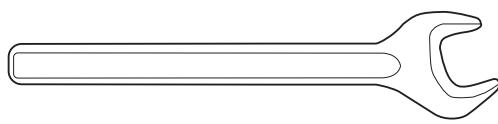

Fig. 12
- La chiave fissa in dotazione (fig. 12).
5. Montare la punta utilizzando la chiave fissa (fig. 12). Prima di avviare la macchina, verificare con cura che la punta sia fissata correttamente.
- Den mitgelieferten festen Schlüssel (Abb. 12).
5. Den Bohrer mit Hilfe des festen Schlüssels befestigen (Abb. 12). Vor dem Start des Geräts sorgfältig prüfen, ob der neue Bohrer ganz fest sitzt.
- La clé à ouverture fixe fournie (Fig. 12).
5. Monter le trépan à l'aide de la clé à ouverture fixe (Fig. 12). Avant de démarrer la machine, s'assurer que le nouveau trépan est solidement fixé.
- De meegeleverde steeksleutel (Fig. 12).
5. Plaats de boor met behulp van de steeksleutel (Fig. 12). Voordat u de machine start, moet u ervoor zorgen dat de nieuwe boor goed vastzit.